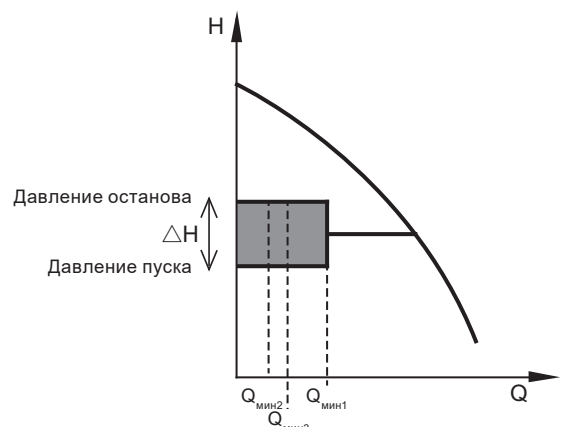

Рис. 50 Разница между значениями давления пуска и останова (ΔH) и минимальным расходом
- Энергоэффективный режим: Насос автоматически регулирует параметры для функции останова, чтобы снизить потребление энергии при работе в режиме старт/стоп. В таком случае функция останова использует заводские значения минимального расхода ($Q_{\text{мин1}}$) и другие внутренние параметры. См. рис. 50.
- Комфортный режим: Насос автоматически регулирует параметры для функции останова так, чтобы уменьшить неудобства при работе в режиме старт/стоп. В таком случае функция останова использует заводские значения минимального расхода ($Q_{\text{мин2}}$) и другие внутренние параметры. См. рис. 50.
- Пользовательский режим (Настраиваемый рабочий режим): Насос будет использовать для функции останова параметры ΔH и $Q_{\text{мин3}}$. См. рис. 50.
При работе в режиме старт/стоп давление будет варьироваться между показателями давления пуска и останова. См. рис. 50.